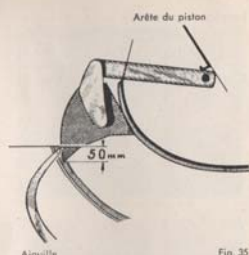

Fig. 35
**Entrée de l'aiguille.** On contrôlera que l'aiguille pénètre au bon moment dans le canal en tournant l'étoile de freinage. Ceci enclenche l'embrayage de noueur. Avec précaution, faire tourner la grande poulie dans le sens de la flèche, jusqu'à ce que le noueur entre en action. Lorsque l'aiguille apparaît dans le couloir, les arêtes de piston doivent l'avoir déjà dépassée d'environ 50 mm (fig. 35).